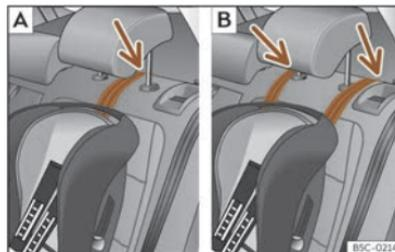

Fig. 37 Sedili posteriori: regolazione e montaggio in base alla cintura Top Tether.
- Posizionare la cinghia sotto il poggiatesta (secondo le istruzioni del seggiolino, alzare o rimuovere il poggiatesta se necessario) >>> **fig. 37**.